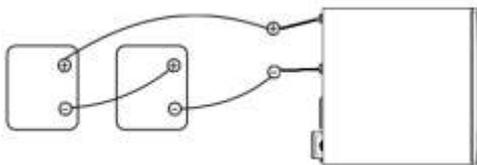

Рис.2
2) Параллельное подключение АКБ (см. Рис.2) Напряжение и емкость всех аккумуляторов должны быть равны. Сумма напряжений всех аккумуляторов должна быть равна номинальному напряжению АКБ инвертора.